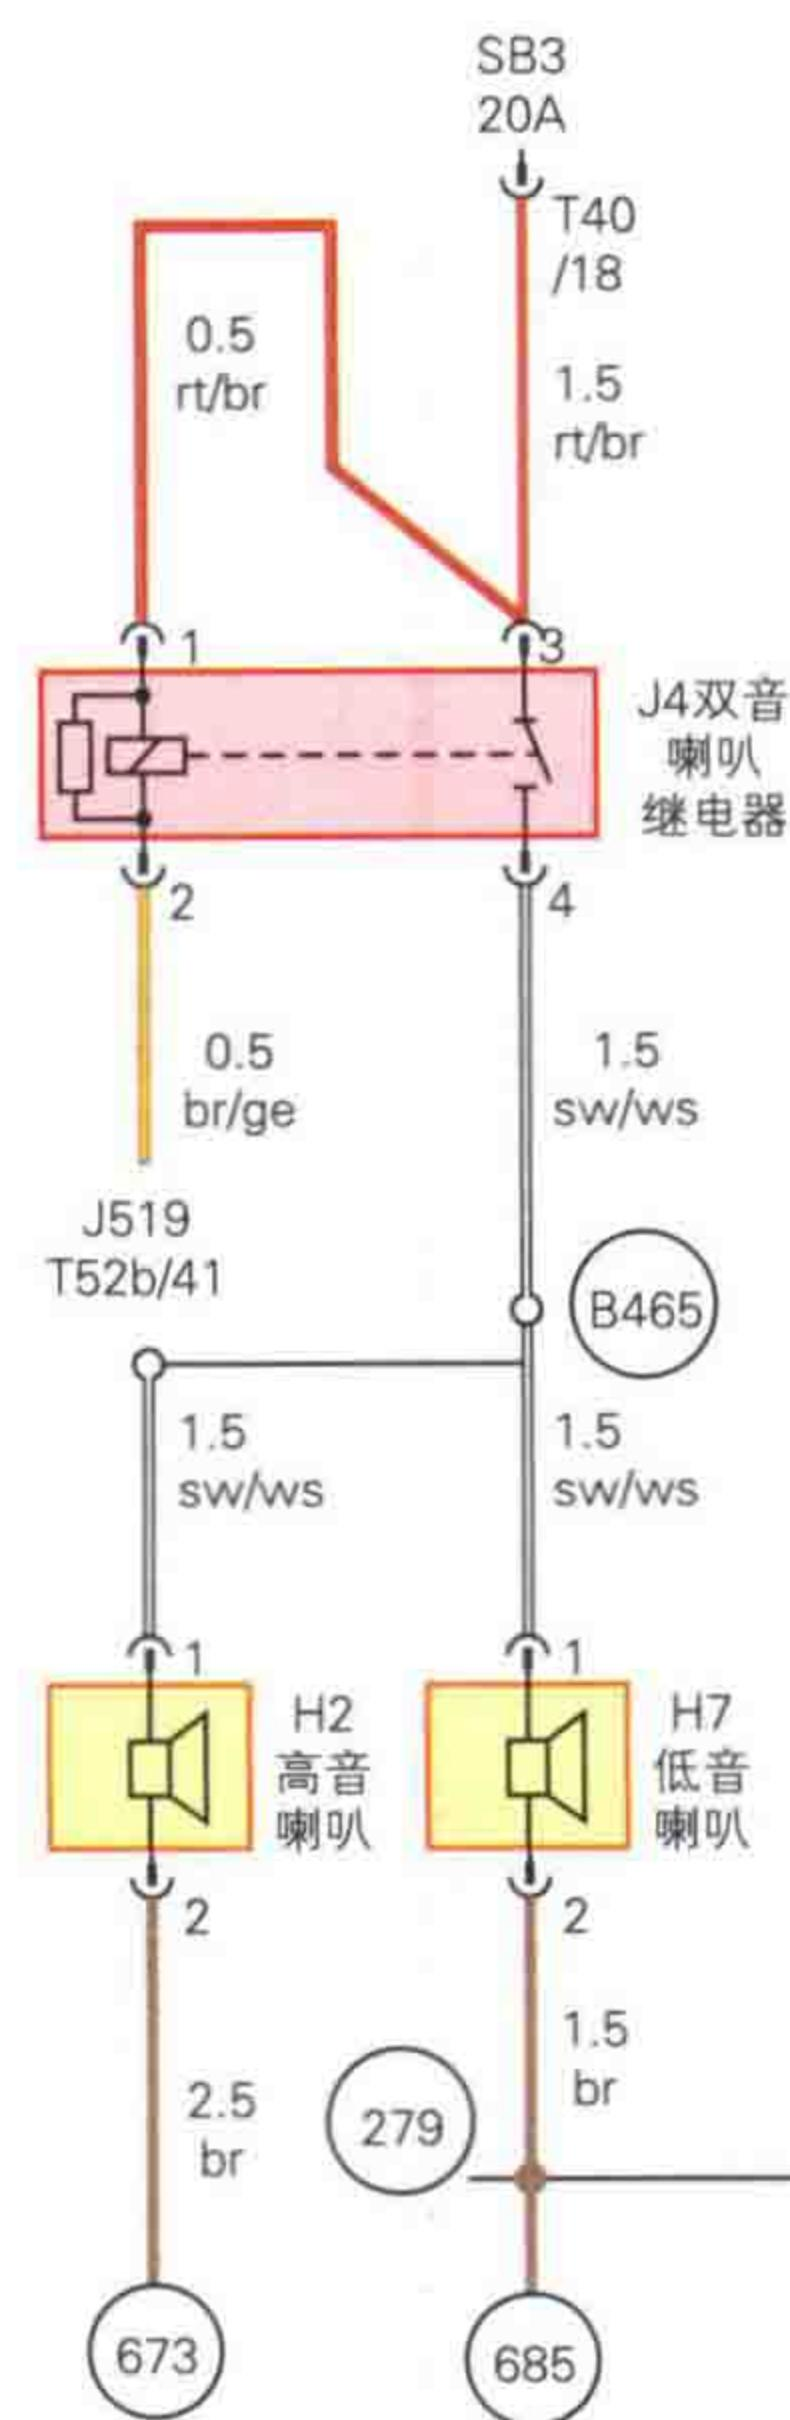

图 1-5 大众CC喇叭电路
(2) 间接控制电路 电路中采用继电器或电子控制模块控制用电器的电路称为间接控制电路。控制部件可以是继电器，也可以是电子控制器。还有一种是电子控制器控制继电器，继电器再控制用电器。图 1-5 所示为大众 CC 汽车双音喇叭控制电路图，双音喇叭继电器的 2 脚是由车载电网控制单元 J519 T52b/41 端子送出的喇叭开关打开信号，来自熔丝 SB3 的电流流过继电器线圈，在 J519 内部接地，继电器吸合，同样来自熔丝 SB3 的电流流过 H2 高音喇叭和 H7 低音喇叭，分别在接地点 673 和 685 接地流回蓄电池负极，构成完整回路，使喇叭发出声音。